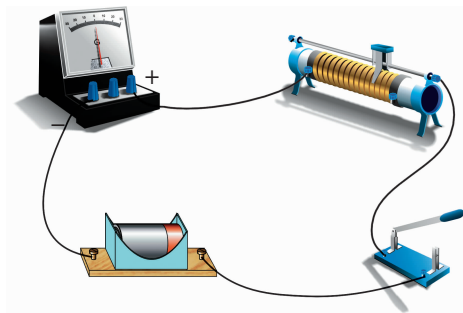

图 1-3-1 探究感应电流方向的实验装置
1. 用如图1-3-1所示的实验，可以探究电流表指针偏转方向与通入的电流方向的关系，把观察到的现象及结果填入表1-3-1内。